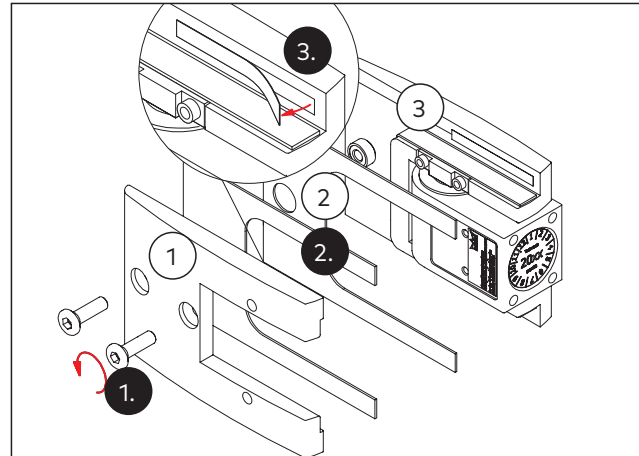

Abb. 21 Vorbereitung des Pendeltürbands
- Die Gegenplatte (Abb. 21/1) abschrauben.
- Die passenden Zwischenlagen (Abb. 21/2) nach der Glasdicke auswählen (siehe Tabelle Kapitel 4.1).
- Die Schutzfolien der Klebestreifen auf der Trage- und der Gegenplatte (Abb. 21/1 und Abb. 21/3) abziehen.